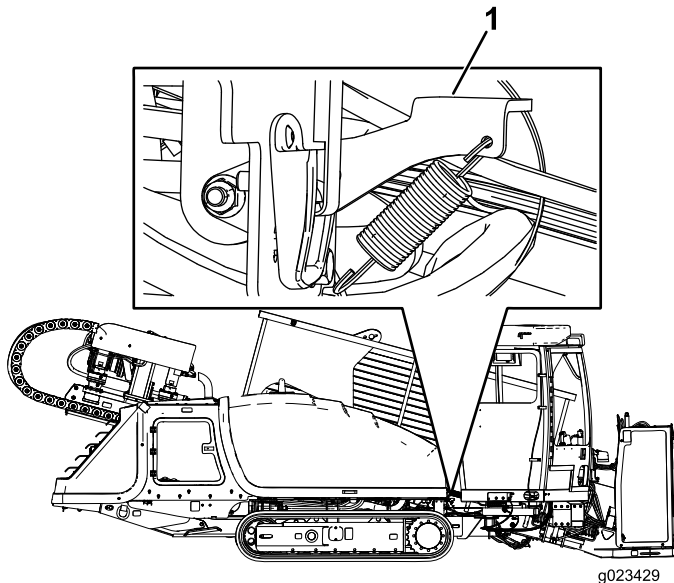
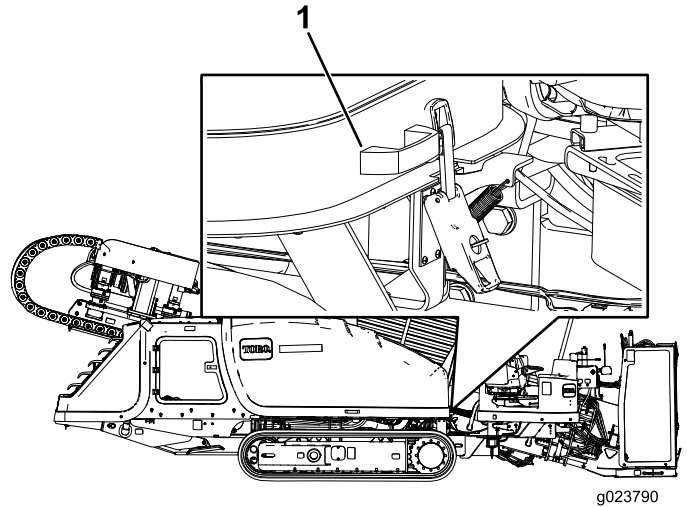

Figura 99
Figura 100
3. Puxe a trava do capô como mostrado na Figura 99.
4. Mantendo a trava do capô (Figura 99) para cima, levante o capô segurando na alça, como mostrado na Figura 100.